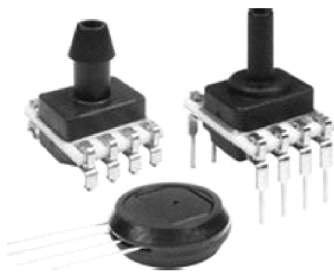

图 2-112 热电阻传感器
3) 热电阻传感器。热电阻测温是基于金属导体的电阻值随温度的增加而增加这一特性来进行温度测量的, 如图 2-112 所示。